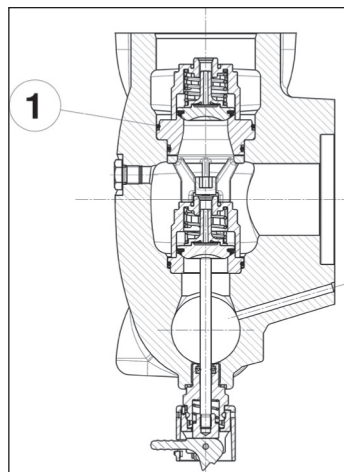

Fig. 111
**Introducir con atención la junta tórica indicada en la pos. ①, Fig. 111.**